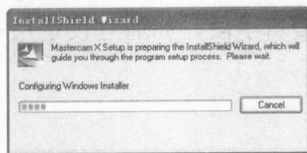
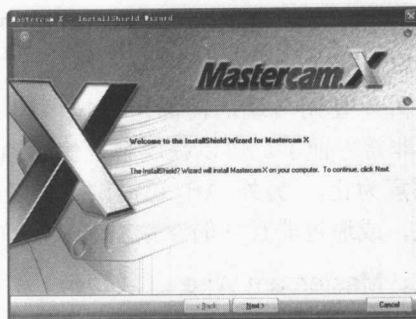

图1-3
图1-4
3. 如果本机中已安装 .NET v1.1 和 DirectX 9.0c 系统，直接单击 **Step 3: Install Mastercam X** 按钮会出现系统自检对话框，如图 1-3 所示。自检完成后出现安装界面 1，如图 1-4 所示。